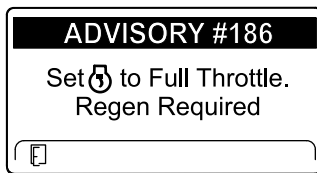

Рисунок 41
**Примечание:** Если температура выхлопа двигателя слишком низкая, на дисплее инфо-центра появится ИНФОРМАЦИОННОЕ СООБЩЕНИЕ № 186 (Рисунок 41), чтобы сообщить, что необходимо установить максимальное положение дроссельной заслонки (высокая частота холостого хода).